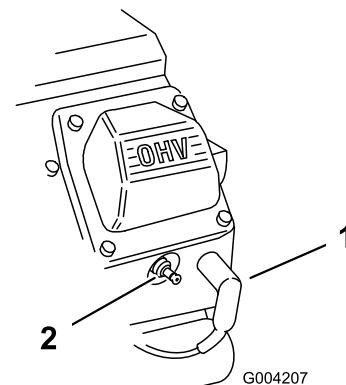

Figura 155
3. Collegate i cappellotti delle candele alle candele (Figura 155).